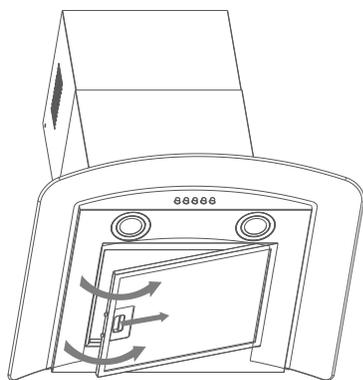

Рисунок 11
- Для отсоединения жирособирающего фильтра, следует нажать на пружинный замок. Это позволит отсоединить фильтр от поверхности вытяжки. Опустите фильтр вниз и снимите его. См. рисунок 11.